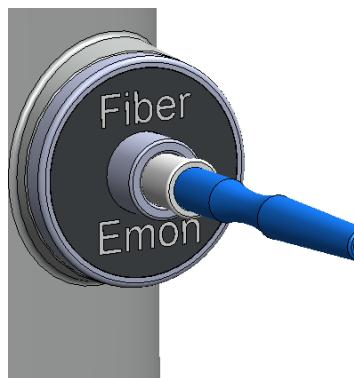

Fig. 4-9: Fibre insérée avec un adaptateur stérile
- La fibre avec l'adaptateur stérile doit être insérée dans la prise du moniteur d'énergie sur le panneau avant du laser, aussi loin que possible (Fig. 4-9).